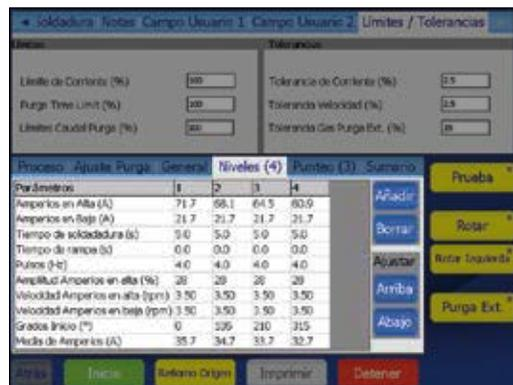

Fig. 29—Ficha Niveles
| <p>Niveles (X) (Fig. 29)</p> | <p>Un nivel es una sección del procedimiento de soldadura definido por los parámetros mostrados en la Fig. 29. Los parámetros pueden cambiar según el nivel.</p> <p>Un procedimiento de soldadura puede tener de 1 a 99 niveles. El número entre paréntesis indica el número de niveles especificados en ese procedimiento de soldadura.</p> <p>Los niveles se muestran en la ventana de proceso en tiempo real durante la soldadura. Para añadir un nivel, pulse en la parte superior de una columna para resaltarla y, a continuación, pulse el botón Añadir en el lateral derecho de la ventana. Se añadirá una nueva columna con una copia de los datos seleccionados de la columna tras la columna seleccionada. Repita el proceso para añadir otros niveles.</p> <p>Para eliminar uno o varios niveles, pulse en la parte superior de la columna o columnas para seleccionarlos. Pulse el botón Borrar del lateral derecho de la ventana.</p> <p>Ajustar la corriente media</p> <p>Ajustar Arriba / Abajo permite a un usuario con contraseña de seguridad realizar ajustes en la Corriente media dentro de los límites y tolerancias establecidos por el propietario o programador. Seleccione el nivel o niveles que desee ajustar y pulse los botones Arriba o Abajo para ajustar la Corriente media (página 30) dentro de los límites en un procedimiento de soldadura definido por el programador. Si no se selecciona ningún nivel, todos los niveles se ven afectados por Ajustar Arriba / Abajo.</p> <p>La Corriente media se reduce con el botón Abajo y se aumenta con el botón Arriba.</p> <ul style="list-style-type: none"> ■ Las tres primeras veces que se pulsan los botones Arriba o Abajo aumentan o reducen la Amplitud de corriente en alta en incrementos del 10 %, hasta un 30 %. ■ Las tres siguientes veces que se pulsan los botones Arriba o Abajo aumentan o reducen la Intensidad en incrementos del 10%, hasta un 30 %. ■ Las tres últimas veces que se pulsan los botones Arriba o Abajo aumentan o disminuyen la Intensidad de la corriente en baja en incrementos del 10%, hasta un 30 %. <p>Para volver a los valores originales del proceso de soldadura, debe volver a cargar el programa desde la memoria.</p> <p>Consulte Límites / Tolerancias, en la página 30, para obtener más información.</p> |